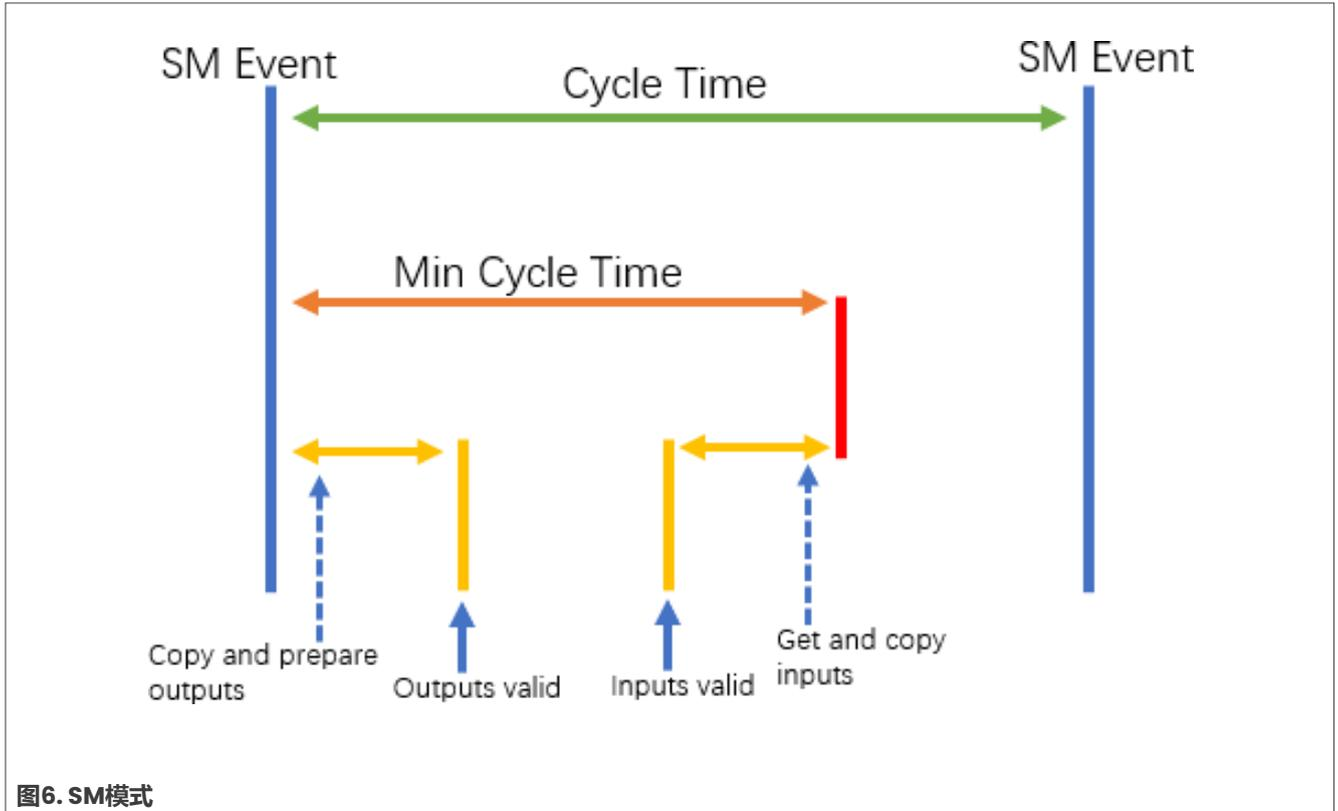

图6. SM模式
在同步管理器 (SM) 模式下，当数据输入或输出事件发生时，本地控制周期启动。图6显示了SM模式下的时序。